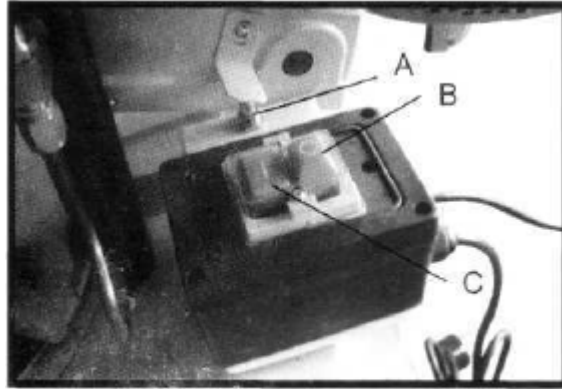

Fig. 4
La scie à ruban est équipée d'un interrupteur électromagnétique qui fonctionne quand la machine est branchée. Deux boutons sont prévus, un vert – le bouton "ON" (marche) (B) et un rouge – le bouton "OFF" (arrêt) (C). Fig. 4.